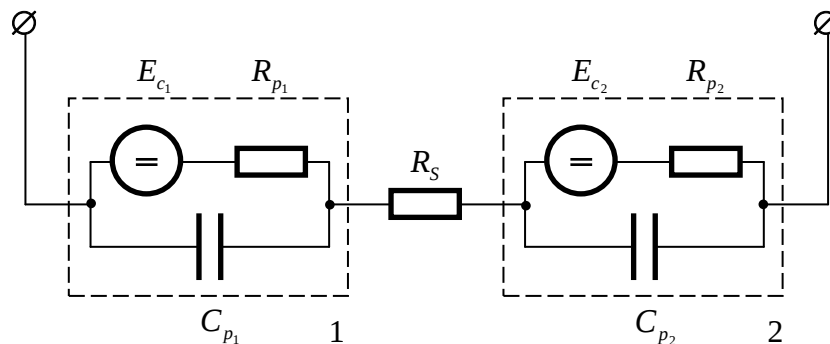

Рис. 2. Електрична еквівалентна схема заміщення
5.4. Електрична еквівалентна схема заміщення двохелектродного датчика (рис. 2) може бути представлена послідовним з'єднанням двох резисторів R_{p1} і R_{p2} , що заміщують поляризаційні опори електродів 1 і 2, опором розчину R_s і корозійними потенціалами електродів E_{c1} і E_{c2} . Паралельно поляризаційним опорам R_{p1} і R_{p2} включені поляризаційні ємності C_{p1} і C_{p2} .